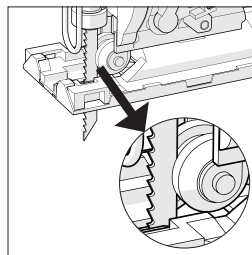

Fig. 2
- Verificare che la parte posteriore della lama sia innestata nella scanalatura del rullo guida. (Fig. 2)